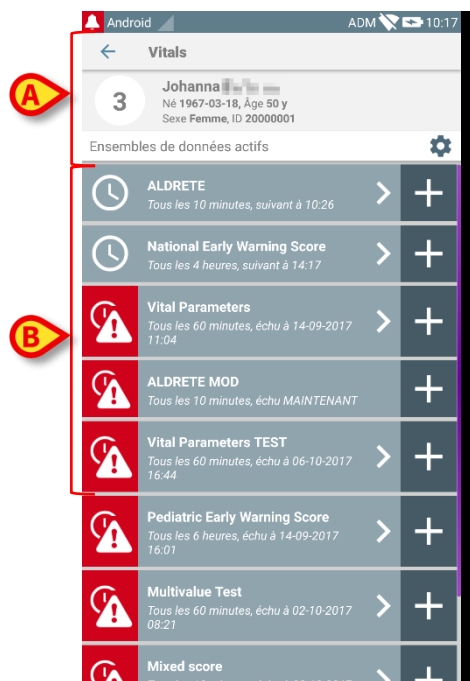

Fig 46
- Taper sur une mosaïque pour accéder à la liste des ensembles de données activés pour le patient concerné (Fig 46).
L'écran de la liste d'ensembles de données est divisé en deux parties : l'intitulé (Fig 46 **A**) et la liste des ensembles de données (Fig 46 **B**).